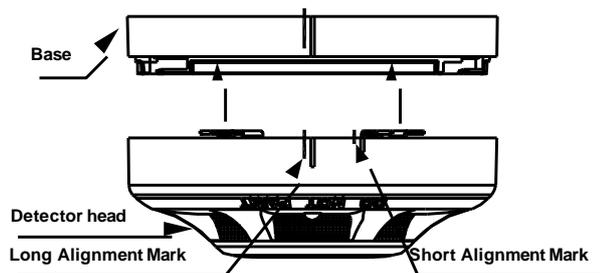

Рис. 4 – установка извещателя в контактную базу
1. Совместите метку установки на корпусе извещателя с короткой меткой на основании (см. Рис. 4)